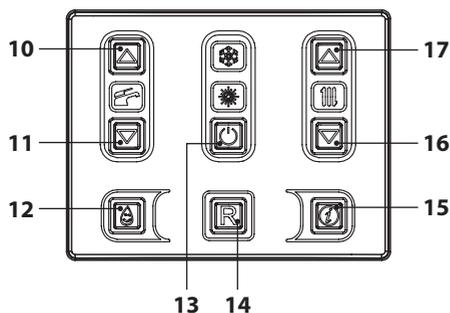
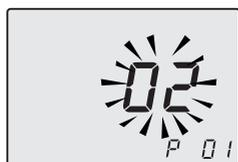
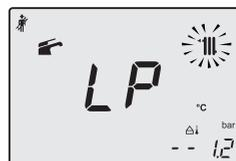

Figura 9.9
Figura 9.10
Figura 9.11
- Entrare in "modalità programmazione" premendo contemporaneamente per 10 secondi i tasti 13-16-17 (Figura 9.9) fino a far apparire sul display LCD le lettere **P01** e il valore del parametro, indicanti l'entrata nel "parametro 01" (Figura 9.10).
- Premere contemporaneamente i tasti 16 e 17 (Figura 9.9) fino a far apparire sul display LCD le lettere **LP** che si alternano con il valore di temperatura minimo dell'acqua sanitaria (es.**45**), indicanti l'entrata nell'attivazione della "funzione spazzacamino" alla potenza minima in sanitario (Figura 9.11).
- Ripremendo contemporaneamente per 10 secondi i tasti 13-16-17 (Figura 9.9) si esce dalla "modalità spazzacamino" e si ritorna